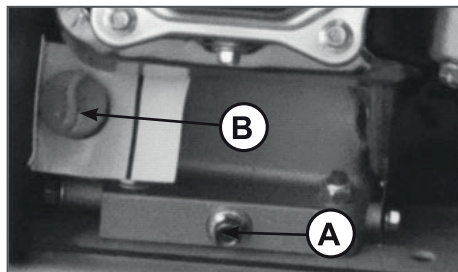

Рис.25
Открутите пробку для слива масла (A) Рис.25. Извлеките крышку/щуп (B) из маслозаливной горловины. Полностью слейте масло. Закрутите сливную пробку. Залейте чистое рекомендованное масло до необходимого уровня. Установите крышку/щуп в маслозаливную горловину. Заведите двигатель и дайте поработать 1 мин. Заглушите двигатель и еще раз проверьте уровень масла.